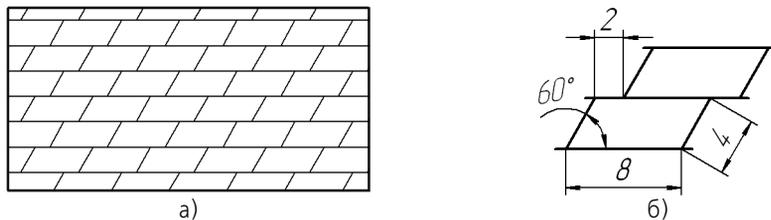

Рис. 131.16. Стил штриховки Гранит:
**Задание.** Создайте стил штриховки **Гранит** (рис. 131.16). Стил линии штриховки – Тонкая.